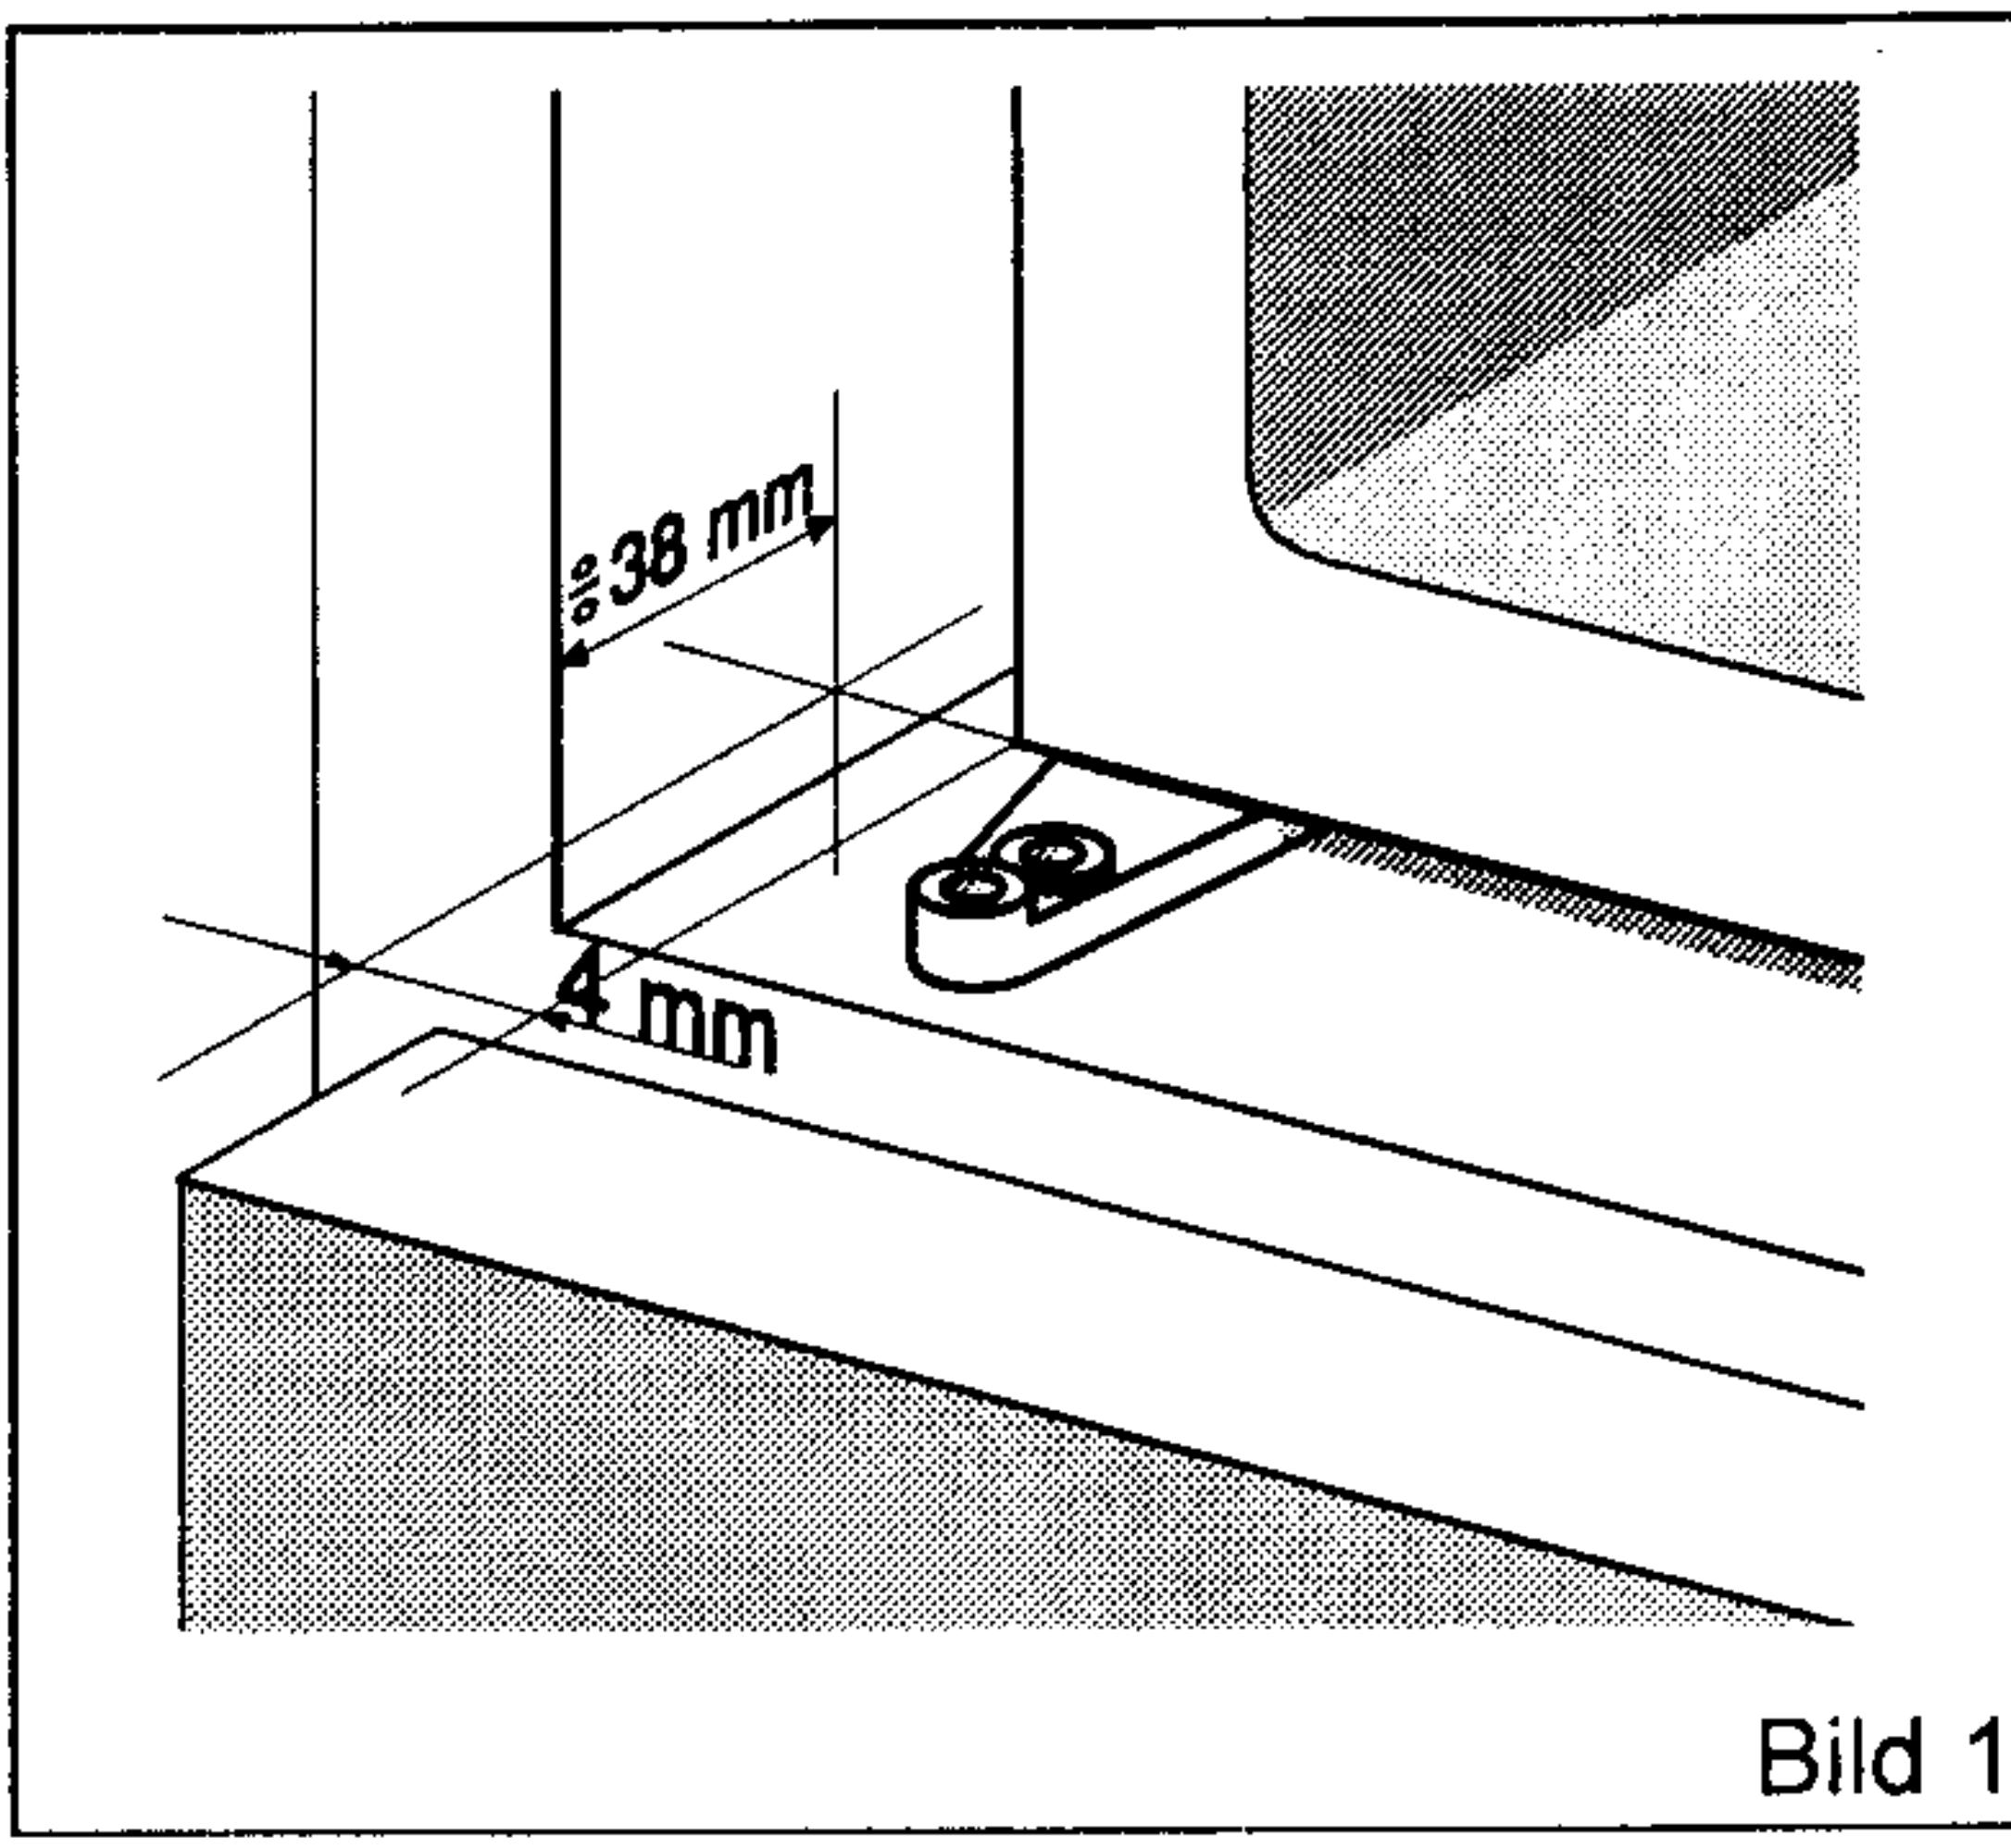

Bild 1
- Drücken Sie das Gerät ungefähr 38 mm tief ins Möbelement, dabei muß der Abstand zwischen das Gerät und der Seitenwand des Möbelementes an der Gegenseite des Türscharniers auf der ganzen Höhe 4 mm betragen (Bild 1).